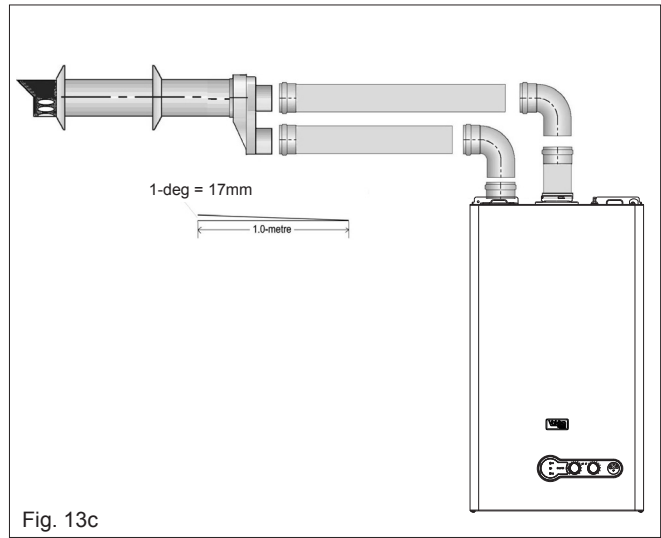

Fig. 13c
**HORIZONTAL TERMINATION (fig. 13c)**